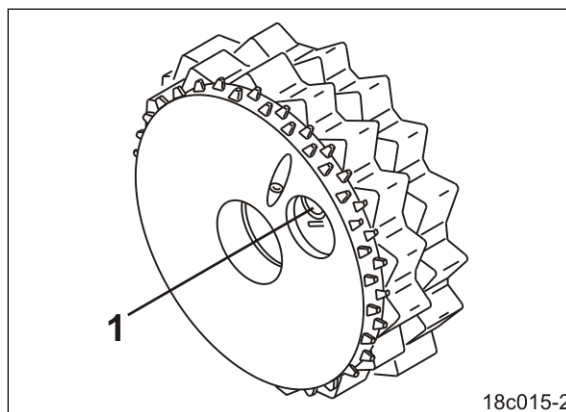

Fig. 65
1. Drej normalsåhjulet med hånden på såakslen, indtil stiften (Fig. 65/1) bliver synlig i boringen.